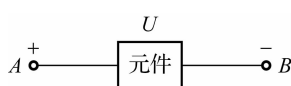

图 1-14 用正负极性表示
- (3) 用正负极性表示。表示电压参考方向由“+”指向“-”,如图 1-14 所示。